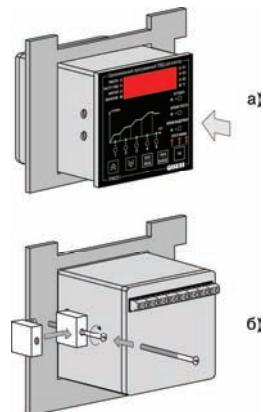

Рис. 6.2. Установка прибора в корпусе щитового крепления
1. Вставьте прибор в специально подготовленное отверстие на лицевой панели щита (см. прил. А и **рис. 6.2, а).**
2. Вставьте фиксаторы из комплекта поставки в отверстия на боковых стенках прибора (**рис. 6.2, б.**).